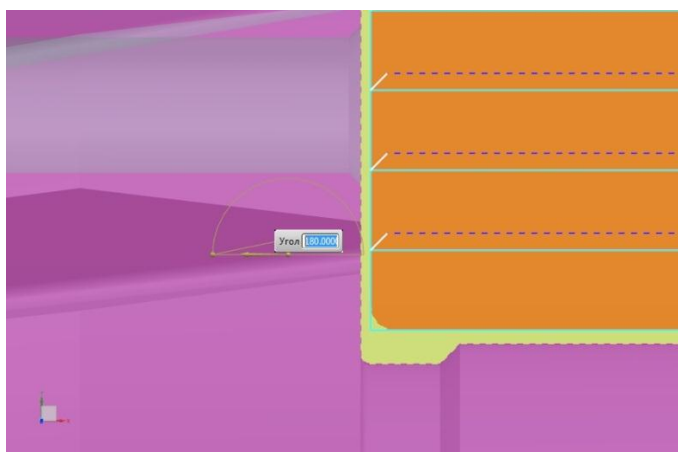

Рисунок 29 Генерирование режима возврата
9. Нажмите «Генерировать»  (рисунок 29).